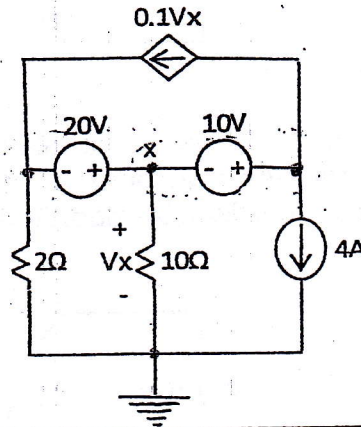

Figura 2
2. Empleando la técnica de tensiones nodales al circuito que se muestra en la figura 2, determinar: